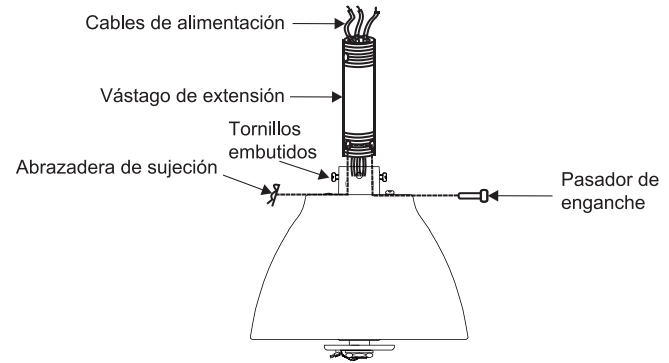

Fig. 10
Paso 7. Afloje los dos tornillos y retire el pasador de enganche y el clip de sujeción del acoplamiento en la parte superior del ensamblaje del motor. (Fig.10)
Luego, vuelva a colocar el pasador de enganche y la abrazadera de sujeción. Ajuste ambos tornillos embutidos. (Fig.10)